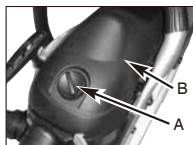

Fig. 18A
2. Îndepărtați butonul rotativ (A) care fixează în poziție filtrul de aer, îndepărtați capacul superior (B) prin slăbirea șuruburilor de fixare ale capacului. Capacul se va ridica. (Fig. 18A)